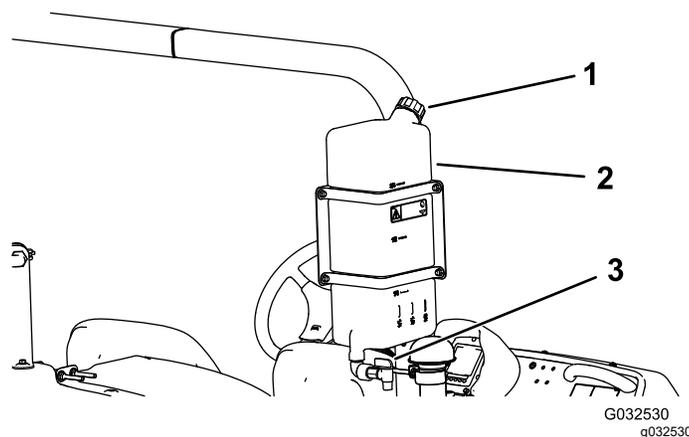

Figura 24
- Para encher o depósito, desaperte a tampa na parte superior do depósito, encha-o com água limpa e coloque a tampa (Figura 24).
- Para abrir a torneira do depósito de água limpa, rode o manípulo da torneira (Figura 24).